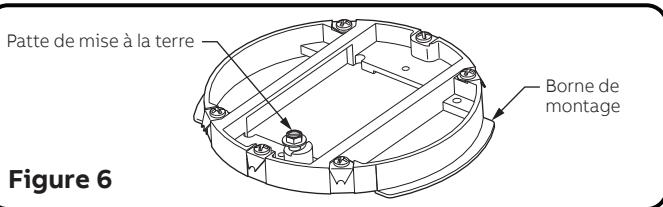

Figure 6
6. Réinsérez l'assemblage dans la boîte de sol. Tirez les fils électriques vers le centre de la boîte de sol. Tirez les fils non utilisés ou (acheminés) sur la rampe et dans les ouvertures de l'autre côté de la boîte. Installez la prise de courant double sur le cadre d'encastrement selon les instructions du dispositif et effectuez les connexions électriques selon les codes électriques nationaux et locaux. Une patte de mise à la terre est fournie sur le côté du cadre d'encastrement. Fixez le fil de mise à la terre à la patte de mise à la terre lorsque nécessaire selon les instructions d'installation ou selon le code électrique local (voir Figure 6 et 7).